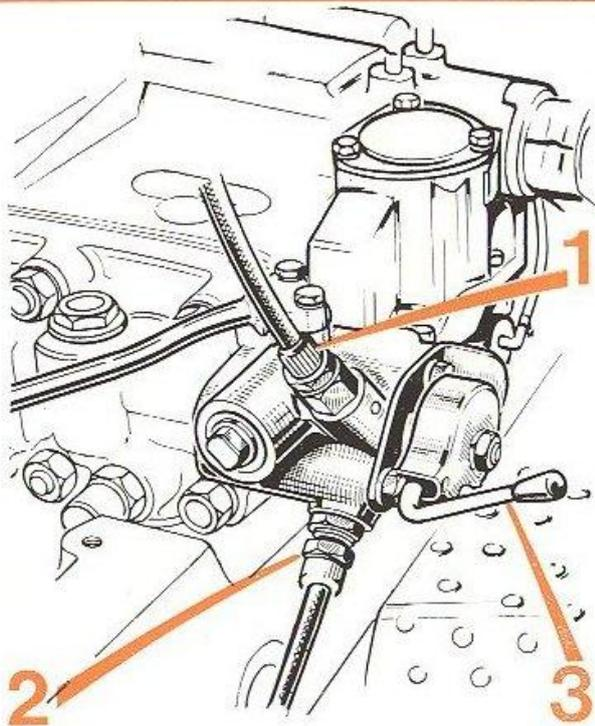

FIG. 65
b) branchement double effet (fig. 65)